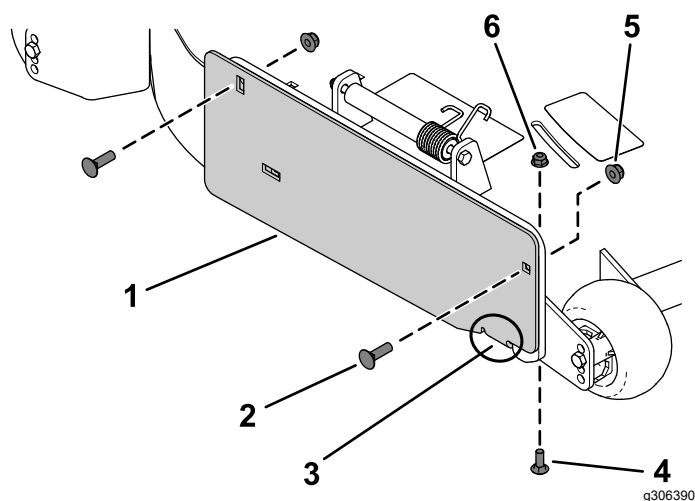

Figure 2
1. Montez la plaque d'éjection à l'extérieur du support de montage à l'aide de 2 boulons de carrosserie (3/8" x 1 1/4") et de 2 contre-écrous (3/8"), comme montré à la Figure 2.
2. Fixez la patte à l'intérieur du plateau de coupe à l'aide de 1 boulon de carrosserie (5/16" x 7/8") et de 1 écrou à embase (5/16"), comme montré à la Figure 2.